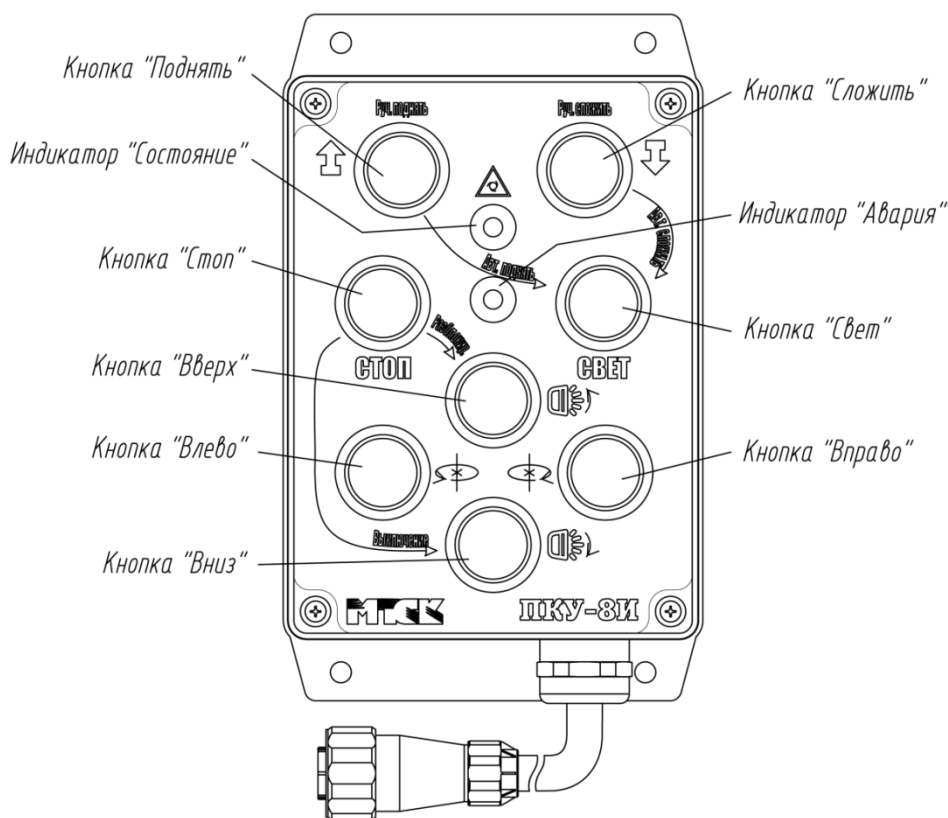

Рисунок 3.
2.2.4.1 На ПКУ предусмотрено 8 кнопок для управления мачтой (рис. 3):